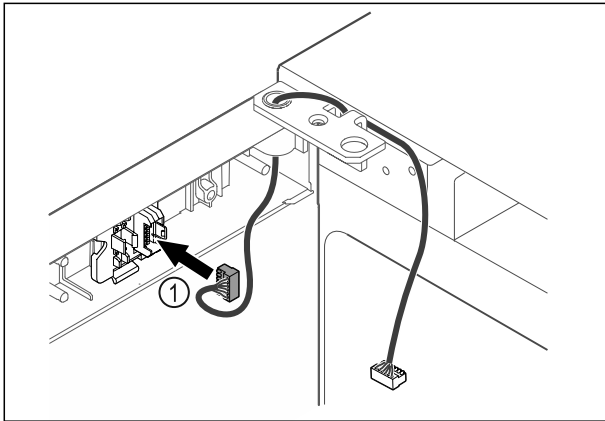

Fig. 33
- Stecker Fig. 33 (1) in Steckerhalterung einstecken.